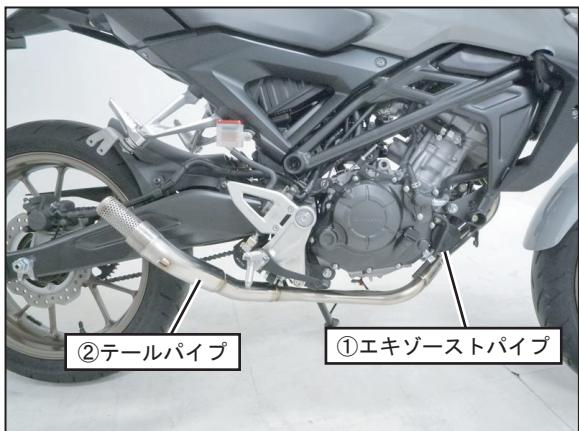

FIG. 9
8. ①エキゾーストパイプに②テールパイプを取り付け、⑯マフラー スプリングを取り付けて下さい。 (FIG. 9, 10参照)